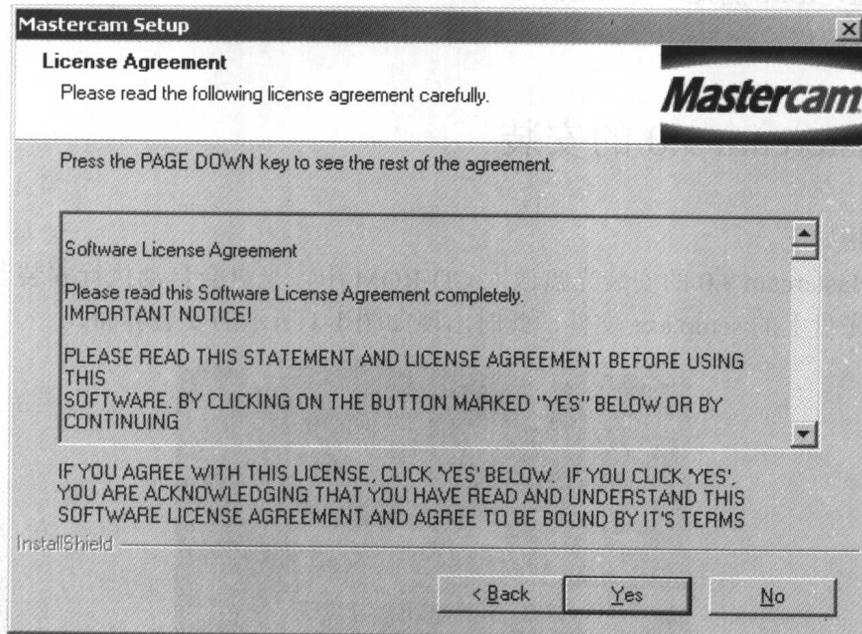

图 1-3 版权声明
3. 出现相关的版权声明，如图 1-3 所示。如果同意授权事项及法律规范，单击【Yes】按钮，继续安装。